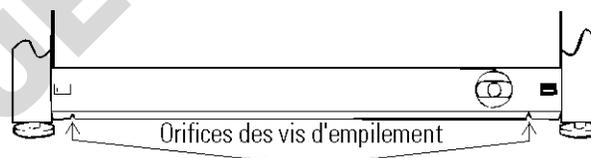

Figure 1-5. Fentes des vis d'empilement
2. Notez les deux fentes à la base de l'incubateur, destinées à recevoir les vis d'empilement. Reportez-vous Figure 1-5.
7. Introduisez les équerres d'empilement dans les fentes à l'arrière du panneau de commande de l'unité du bas comme indiqué Figure 1-5. Alignez les fentes des équerres sur les orifices de montage à l'arrière des incubateurs. Fixez les équerres avec les vis mises de côté et les vis 1/4-20 fournies dans le kit d'empilement. Une clé ou une douille de 11 mm est nécessaire pour serrer les vis.